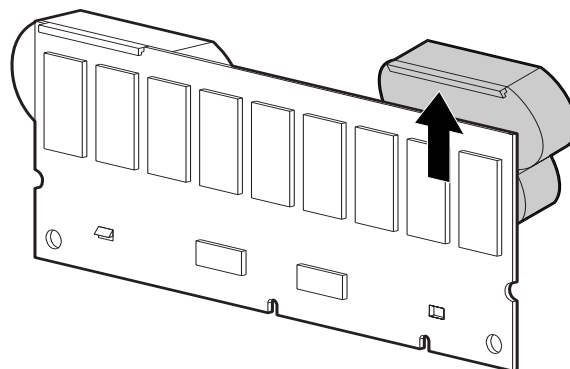

図 6: バッテリーの取り外し
3. バッテリーを垂直に引き上げ、上部のフックを外します。図 6 を参照。